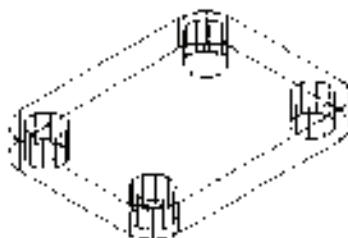

图 11-103 复制圆柱体
7) 单击“修改”工具栏中的“复制”按钮 $\odot$ ，选择上一步绘制的圆柱体复制到其他三个圆角处。结果如图11-103所示。